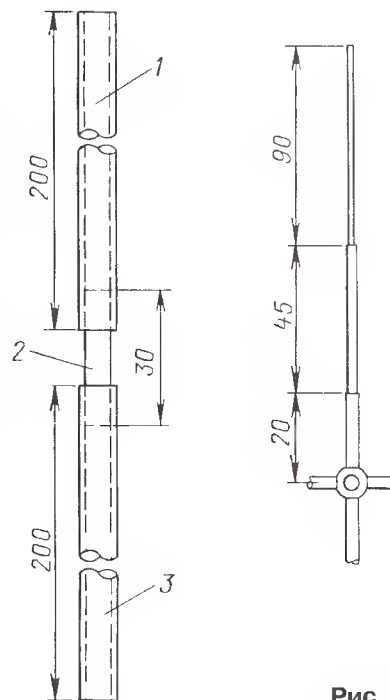

Рис. 3
Фотография этой антенны приведена на рис. 2, а чертежи некоторых её узлов — на рис. 3. Вертикальная часть диполя представляет собой две трубы (1 и 3) длиной 200 см каждая, которые соединены диэлектрической вставкой длиной 30 см (2). Были использованы трубы с внешним диаметром 25 мм и внутренним диаметром 20 мм, обеспечивающие достаточную механическую прочность антенны. Из фотографии видно, что для её установки автор применил всего один ярус оттяжек. Этого оказалось вполне достаточно для "лет-
него" варианта антенны. На концах труб установлены выполненные из трубок крестовины — конструктивные ёмкости, размеры которых также приведены на рис. 3. Поскольку эксперименты проводились на нескольких диапазонах, элементы крестовин были сделаны раздвижными. Изменением их длины производится подстройка антенны на рабочую частоту.